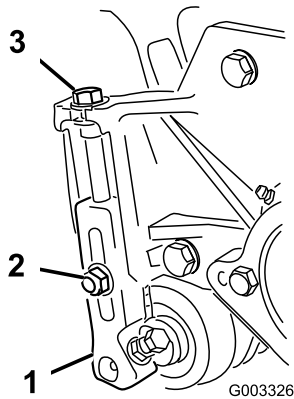

Bild 21
1. Lösen Sie die Sicherungsmuttern, mit denen die Schnitthöhenarme an den Seitenplatten des Mähwerks befestigt sind (Bild 21).